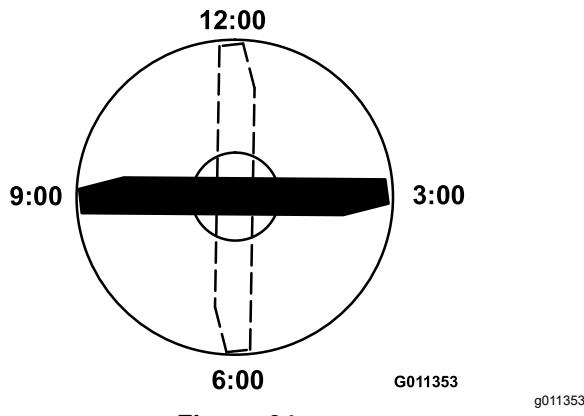

Figura 64
- Coloque el filo de corte del extremo marcado de la cuchilla en la posición de las 12 (hacia adelante, en el sentido de la siega) (Figura 64) y mida la altura desde la mesa hasta el filo de corte de la cuchilla.
5. Gire el extremo marcado de la cuchilla a las posiciones de las 3 y de las 9 (Figura 64) y mida las alturas.